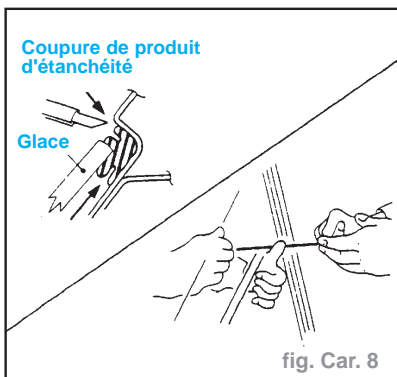

fig. Car. 8
- Après avoir déposé les moulures, déposer la glace de pare-brise à l'aide d'un outil de type corde à piano ou couteau électrique (fig. Car. 8).